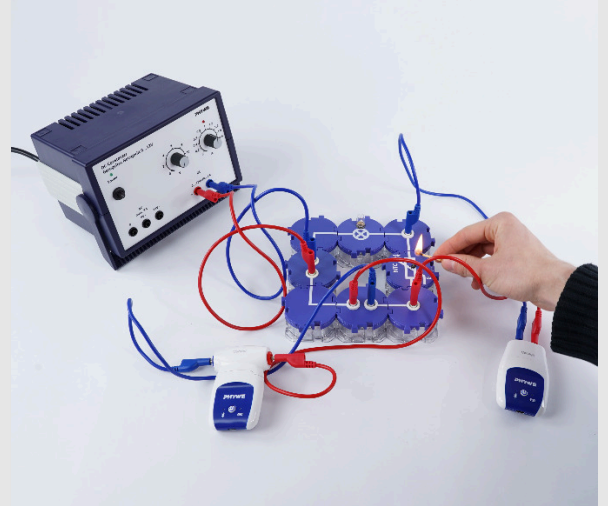

Fig. 5
- Caliente la resistencia NTC con la llama de una cerilla como se muestra en la Fig. 5.